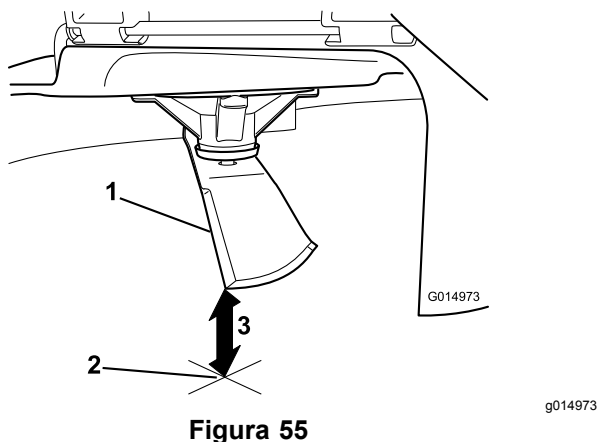

Figura 55
- Misurate dalla punta della lama alla superficie piana (Figura 55).